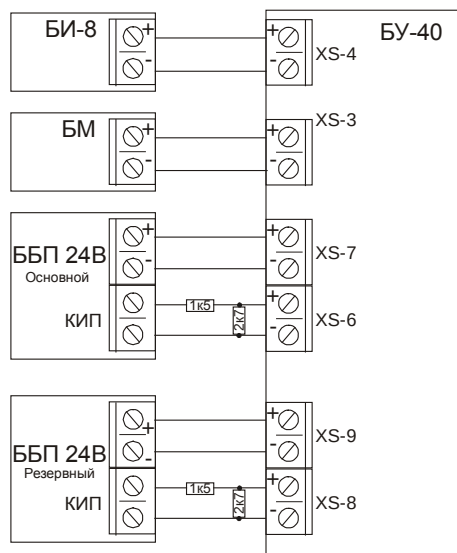

Рис. 12
Подключите источники питания к блокам БУ-40, БК-4, БМ, БИ-8 согласно схемам, отображенным на рис. 12, 13. ППУ предполагает подключение двух источников питания к блокам БК-4 и БУ-40. Кроме того, контролируется работа каждого из источников при переходе питания от сети на АКБ при помощи шлейфа КИП. Отображение работы источников питания на блоках индикации БИ-8 согласно таблице 10, на БК-4 согласно таблице 14. В случае использования только основного источника питания установите конфигурационные переключки Х1 (5) БУ-40 и Х3 БК-4 в положение «замкнуто». Данные переключки маскируют отсутствие резервного источника питания.